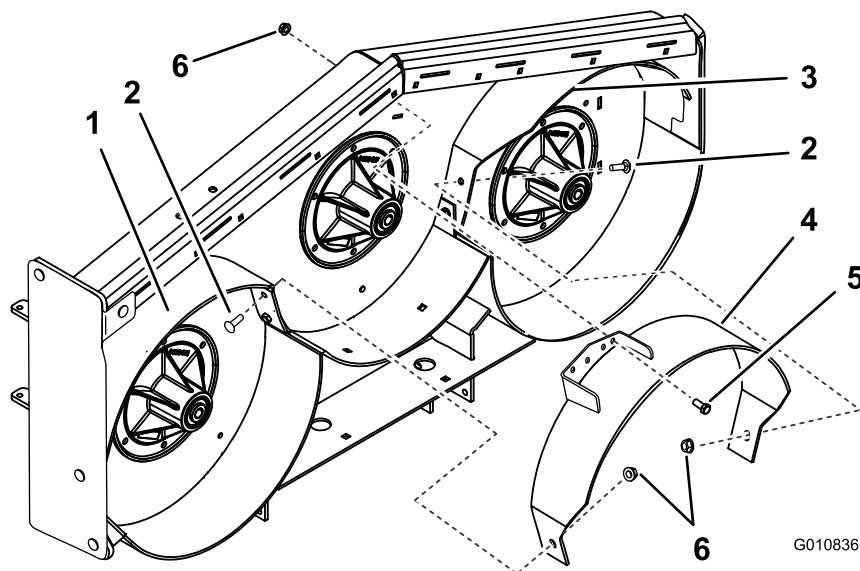

Figura 14
10. Sujete provisionalmente el deflector central al deflector izquierdo con 1 perno de cuello cuadrado (3/8 x 1 pulgada) y una tuerca con arandela prensada (arandela pequeña), (3/8 pulgada) (Figura 14). Consulte en Figura 13 los taladros correctos a utilizar y la posición de los deflectores.
11. Sujete provisionalmente el deflector central al deflector derecho con 1 perno de cuello cuadrado (3/8 x 1 pulgada) y una tuerca con arandela prensada (arandela pequeña), (3/8 pulgada) (Figura 14).